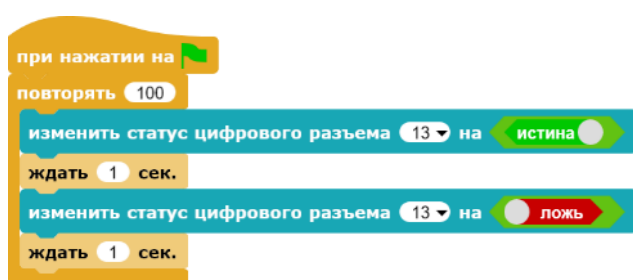

Рис. 1. Светодиод мигает 100 раз
- чтобы изменить количество повторений мигания (рис. 1);